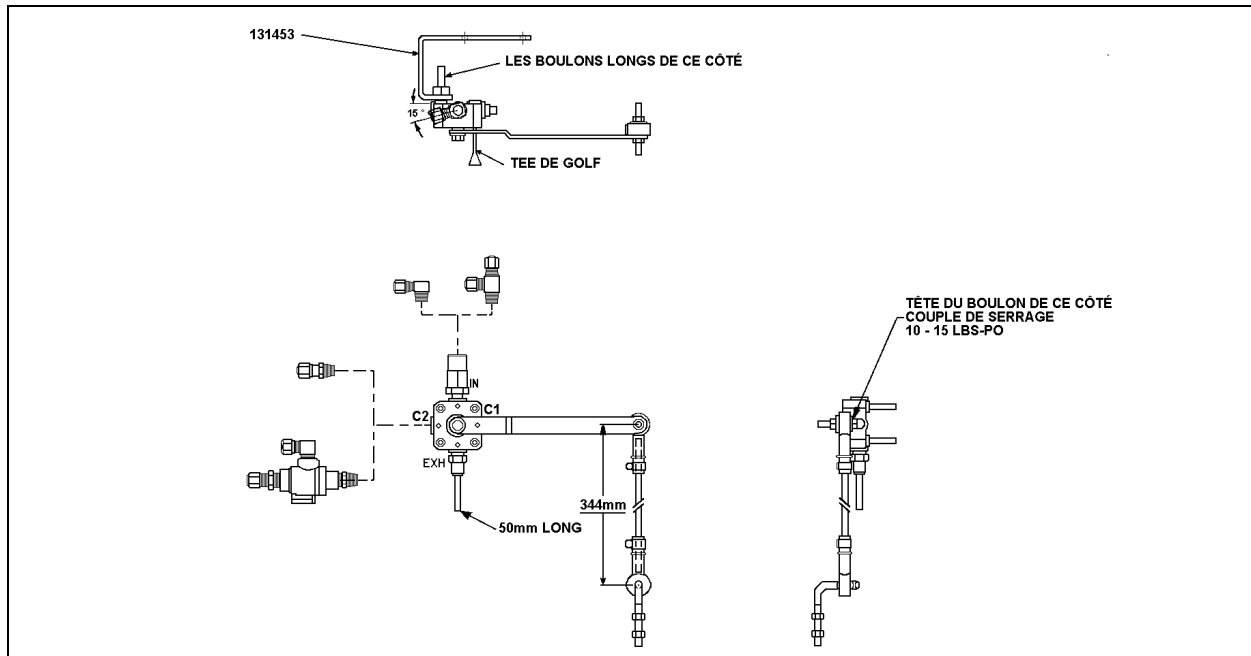

FIGURE 7: INST. DE LA SOUPE DE COMMANDE DE HAUTEUR DROITE ARRIÈRE BARKSDALE
6. Démonter l'ensemble soupape, jeter la soupape Neway tout en prenant soin de garder les raccords. Retirer les étranglements insérés dans les raccords, jeter les étranglements. Nettoyer les raccords et entourer les filets de produit d'étanchéité Teflon en pâte. Ajouter un clapet de non-retour (Prévost no 640135) sur l'admission de la soupape. Ne pas utiliser un étau pour serrer le corps de la soupape lors du remontage des raccords, visser des écrous sur les goujons et serrer les écrous dans l'étau. Éviter de trop serrer les raccords, serrer à la main seulement, ajouter un tour et demi puis positionner à l'angle désiré. Afin d'assurer le bon fonctionnement de la soupape, tourner le levier de commande trois fois dans les deux sens. Monter le raccord (Prévost no 641332) muni de la tuyauterie flexible (Prévost no 503402) sur l'orifice d'échappement (voir la fig. 7).
8. Monter le manchon de caoutchouc (Prévost no 630133) sur la tige pliée déjà installée, insérer la nouvelle tige (Prévost no 131447) dans le manchon puis monter le deuxième manchon (Prévost no 630117) sur la tige. Fixer à l'aide des colliers de serrage (Prévost no 504014) selon la fig. 7.